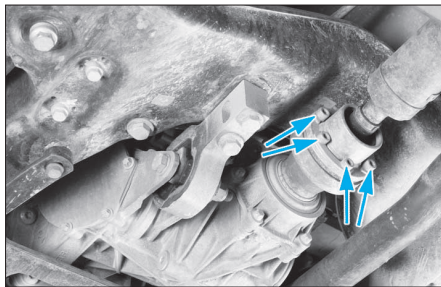

FIG. 14
- Déposer les vis de fixations (Fig.14).